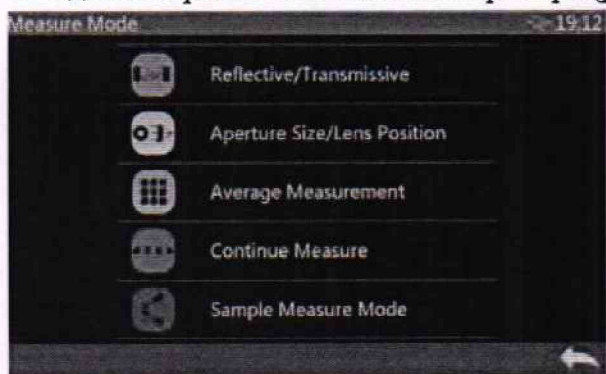
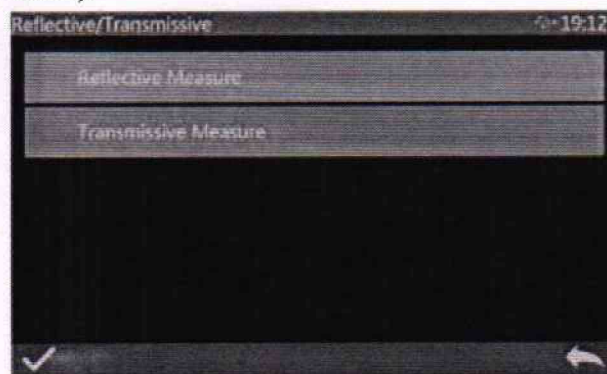
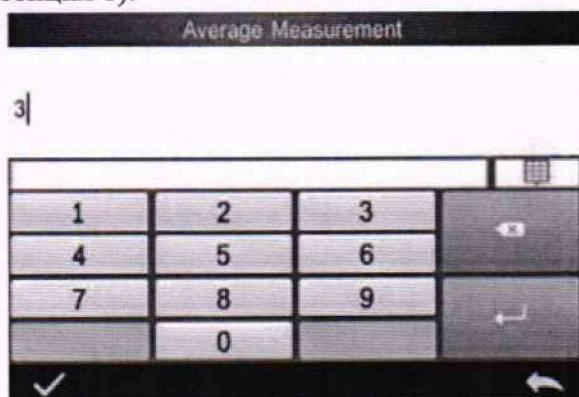

Рисунок 18 – Меню настройки параметров измерений
Рисунок 19 – Окно выбора режима измерений (в отражённом или проходящем свете)
Рисунок 22 – Окно ввода количества измерений для усреднения
10.1.2.1.5 Для моделей YS6060, YS6080 нажать кнопку «Measure mode» для перехода в меню настройки параметров измерений (рисунок 18). Нажать кнопку «Reflective/Transmissive» для перехода в окно выбора режима измерений в отражённом или проходящем свете (рисунок 19). Выбрать «Reflective Measure» для измерения в отраженном свете. Нажать кнопку ✓ в нижнем левом углу для подтверждения выбора и возврата к меню настройки параметров измерений. Нажать кнопку «Aperture Size/Lens Position» и в появившемся окне выбрать «Auto Mode». Нажать кнопку ✓ в нижнем левом углу для
10.1.2.1.7 Для спектрофотометров моделей YS6060, YS6080, YS3060, TS8260 нажать кнопку «Measure mode» для перехода в меню настройки параметров измерений (рисунок 18). Нажать кнопку «Sample Measure Mode» для перехода в окно выбора режима измерений с включением (SCI) или исключением (SCE) зеркальной составляющей. Выбрать режим с включением зеркальной составляющей (SCI). Нажать кнопку  в нижнем левом углу для подтверждения выбора и возврата к меню настройки параметров измерений. Нажать кнопку  для возврата в главное меню прибора (рисунок 2).
10.1.2.1.8 Для спектрофотометров моделей YS6060, YS6080, YS3060, TS8260 нажать кнопку «Measure mode» для перехода в меню настройки параметров измерений (рисунок 18) и кнопку «Average Measurement» или кнопку «Average» в главном меню, в зависимости от версии микропрограммы, для перехода в окно выбора количества измерений для усреднения (рисунок 21). Установить значения 1 и для стандарта, и для образца (рисунок 22). Нажать кнопку  в нижнем левом углу для подтверждения ввода и повторно для выхода в меню настройки параметров измерений или главное меню прибора. Для возврата в главное меню прибора нажать кнопку .